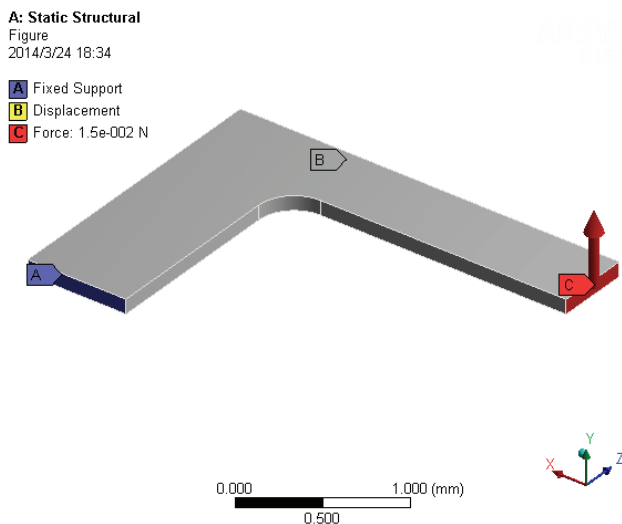

图 25-28 边界条件示意图
8) 选择 Mechanical 界面左侧 Outline 树结构图中的 Static Structural (A5) 选项, 查看边界条件示意图, 如图 25-28 所示。